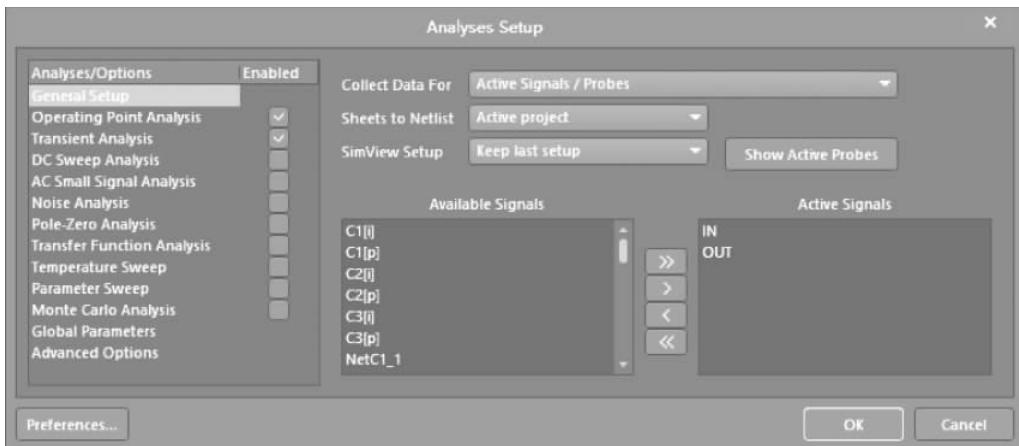

图 3-54 设置仿真参数界面 1
- (1) 在 AD 主界面主菜单下选择 Design→Edit 'Mixed Sim' Setup。
- (2) 打开如图 3-54 所示的 Analyses Setup(分析设置)界面,按下面参数设置。